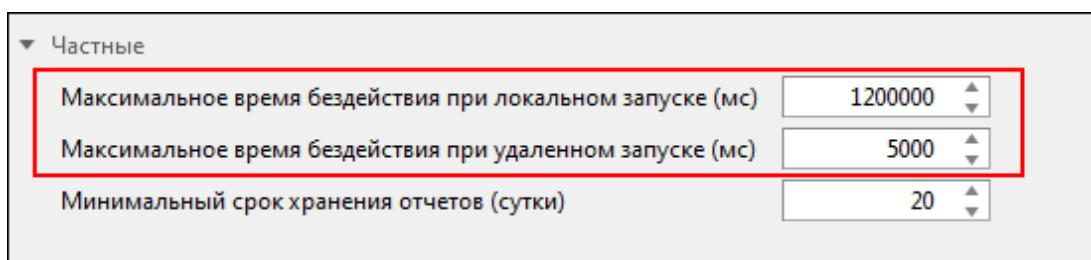

Рисунок 352 - Модуль обработки бланков переключений
- Нажмите на Модуль обработки бланков переключений и убедитесь, что в его частных настройках выставлены (Рисунок 352):